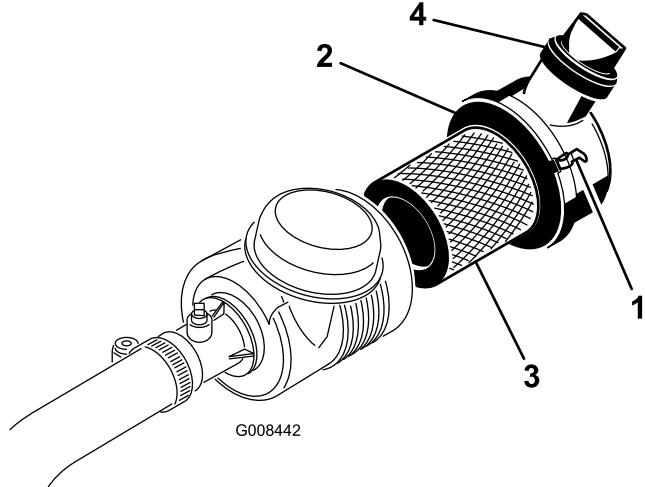

Figura 37
1. Abra los enganches que fijan la tapa del limpiador de aire a la carcasa del limpiador de aire (Figura 37).
7. Vuelva a colocar la tapa y fije los cierres (Figura 37).